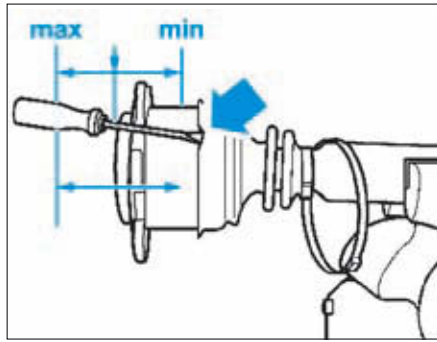

FIG. 11
- Placer le tripode à mi-course puis mettre le soufflet sur le boîtier (Fig.11).